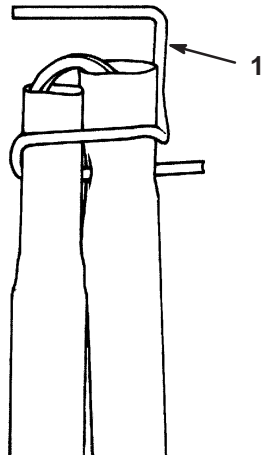

Figure 1
1. Enlevez les liens métalliques d'expédition qui entourent les tubes supérieur et inférieur (Fig. 1).